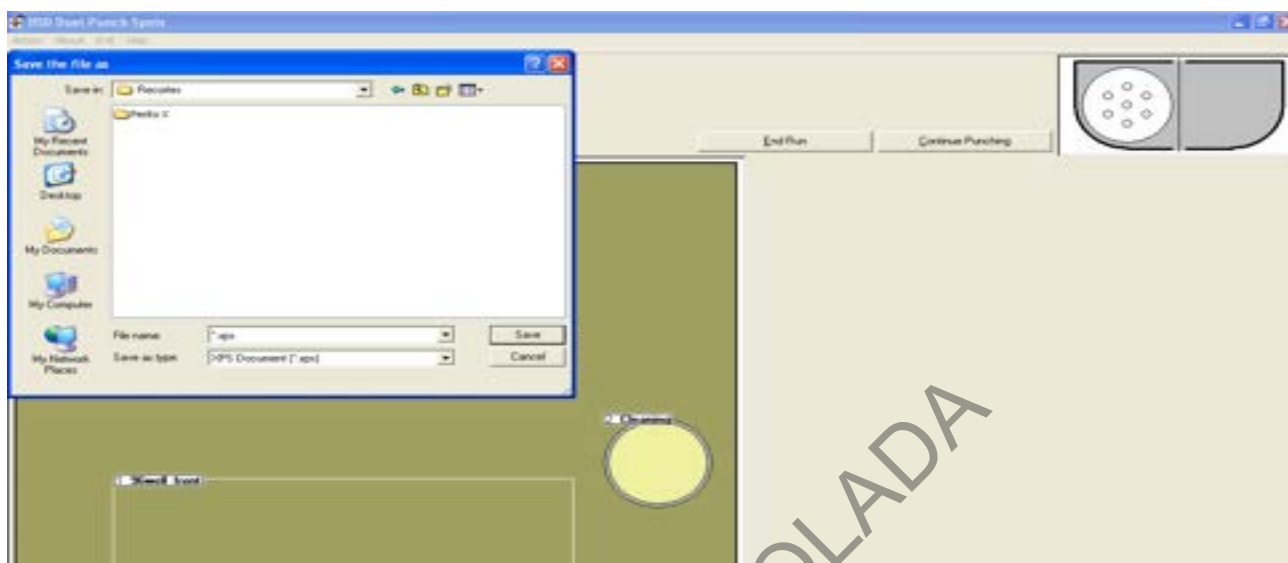

Figura 28. Confirmación para imprimir un PDF con la ubicación C:/Escritorio/usuarioX
7.3.10 Haga clic en la opción de imprimir el mapa de la placa "Print plate maps". . Imprima en formato pdf el mapa del plato en la carpeta respectiva al año y usuario que está usando el equipo (C:/Escritorio/usuarioX). (ver figura 28).